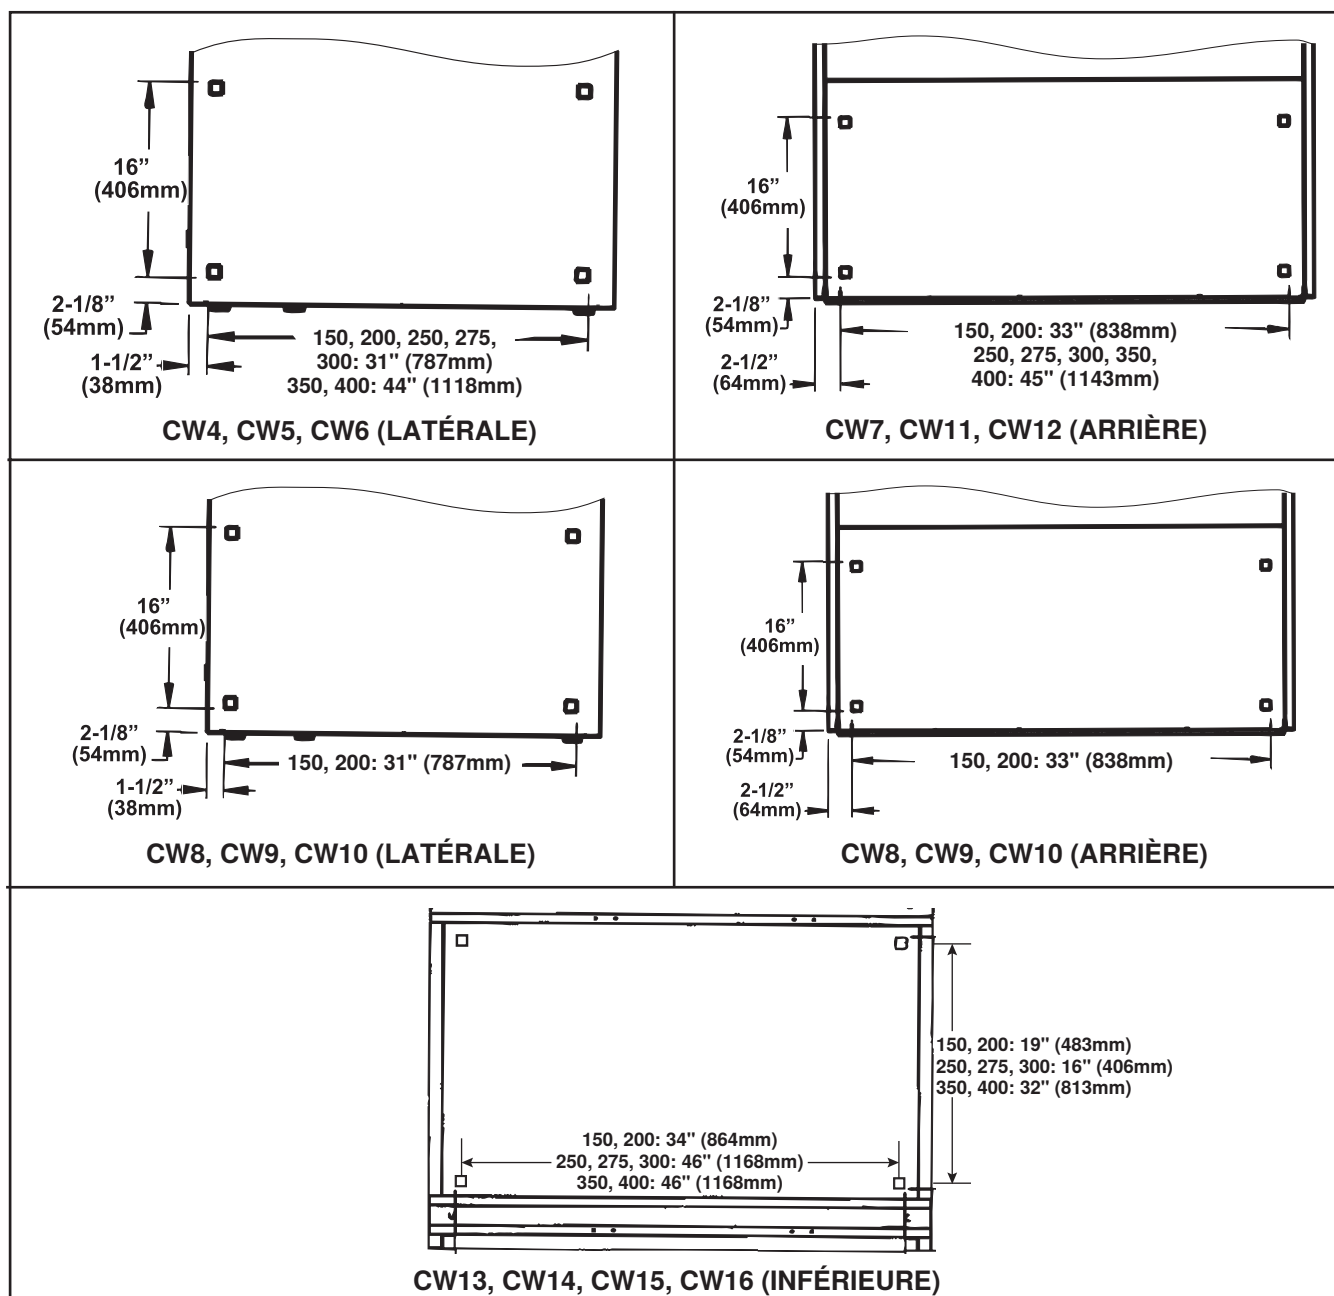

Figure 4. Gaufrages
2. Localisez quatre gaufrages (voir Figure 4) dans le panneau métallique à l'endroit où l'armoire de filtration doit être raccordée au radiateur. Les gaufrages sont les marques de coin de l'ouverture d'entrée d'air.